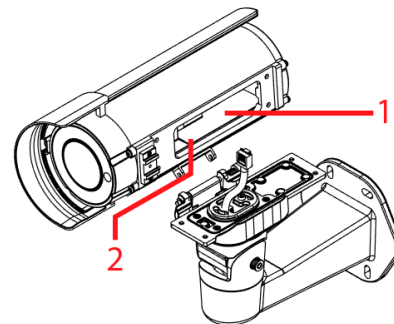

Abbildung 12
**Anmerkung:** In der folgenden Abbildung wird die Lage der Kameratasten, der Anschlüsse (1) (Abbildung 12) und des Trockenmittelbeutels (2) (Abbildung 12) angezeigt.